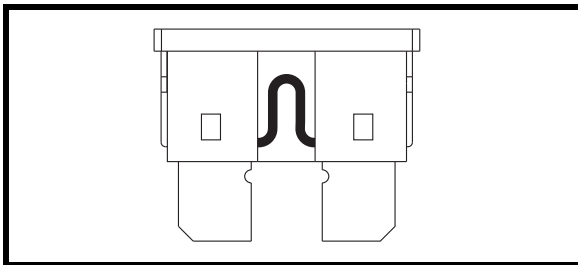

Figure 27. Fusible en bon état
2. Examinez-le pour vérifier s'il est brûlé. **Voir les figures 27 et 27A.**